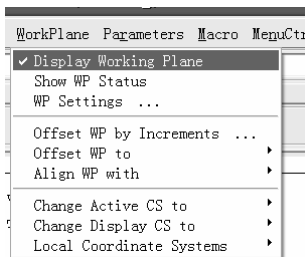

图 2-53 隐藏工作坐标系
(6) 选择“Utility Menu”中的“WorkPlane”（见图 2-53），再选择“Display Working Plane”，将“Display Working Plane”前面的勾号取消掉，即隐藏工作坐标系。